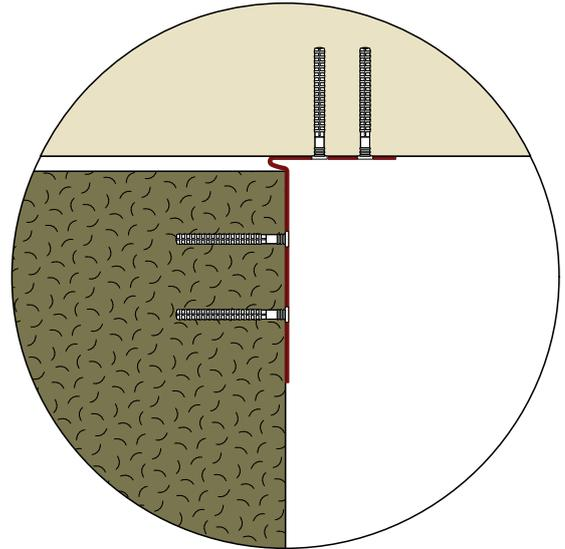

Fig. 3 Fixations au plafond.
3. appliquer le mortier-colle sur le sol, sur les sections des murs en contact avec les blocs et entre les blocs (surfaces horizontales et verticales). Les jonctions avec les murs (voir figure 2) et les éventuels cadres de portes ou châssis de fenêtres doivent être renforcés à chaque rangée par une équerre, ou tout autre système galvanisé fixé dans le bloc, et par une fixation appropriée au type de mur (chevilles). Fixer chaque bloc de la dernière rangée au plafond de la même manière à l'aide d'une équerre adéquate supportant uniquement les charges horizontales (voir figure 3). Laisser un espace d'environ 2 cm entre cette rangée et le plafond et le remplir de mortier